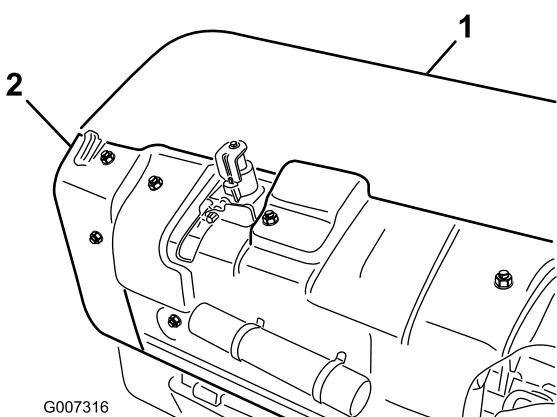

Figura 29
B. Retire los pernos de montaje del protector de la polea y retire el protector (Figura 29).